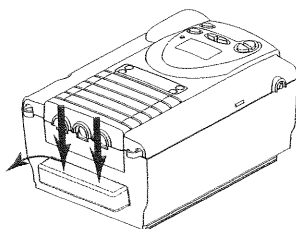

Abb. 9-1 Entfernen der Filter
2. Die Filterkappe entfernen (siehe Abbildung 9-1), indem leicht auf die obere Abdeckung gedrückt und die Kappe vom Gerät weg herausgezogen wird.